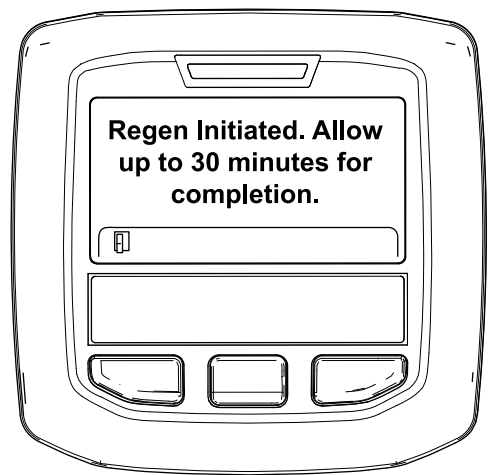

Figura 49
- Si la regeneración se permite, aparece el mensaje "Regen Initiated. Allow up to 30 minutes for completion" (Regeneración iniciada, espere 30 minutos hasta que finalice) en el InfoCenter y debe esperar a que la máquina finalice el proceso de regeneración con la máquina aparcada (Figura 49).